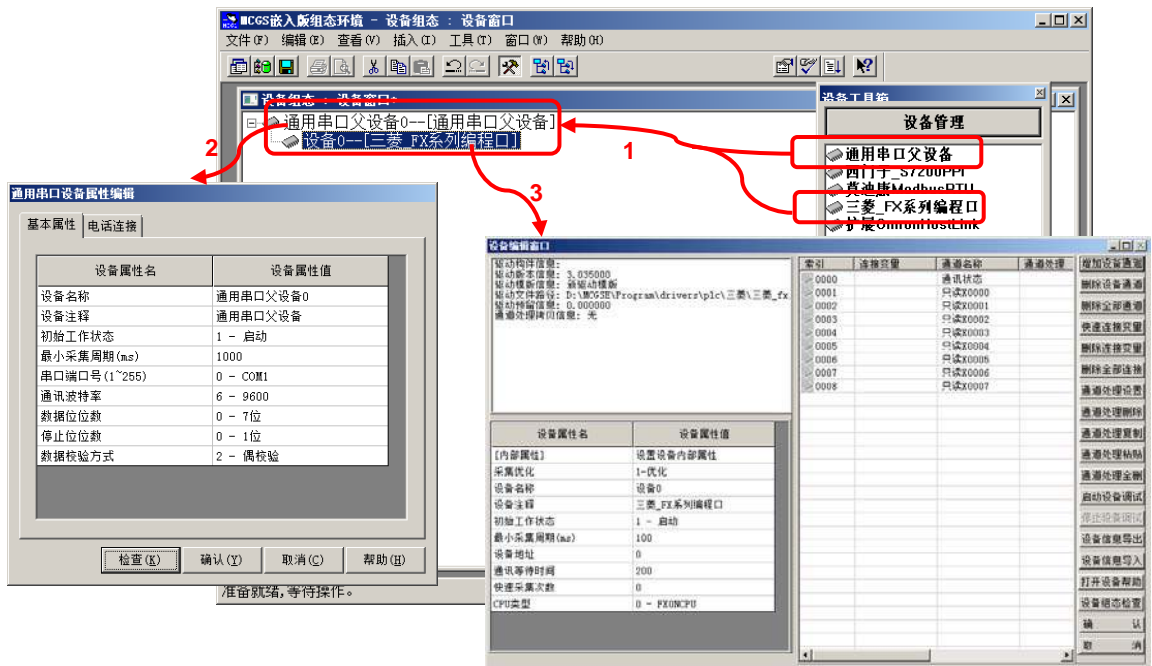

图 3.2.3
■ MCGS软件中把设备分成两个层次：父设备和子设备。父设备与硬件接口相对应。子设备放在父设备下，用于与该父设备对应的接口所连接的设备进行通讯。在设备组态画面双击父设备或子设备可以设置通讯参数。如图3.2.3所示。
■ 子设备的设备编辑窗口分为三个区域：驱动信息区、设备属性区和通道连接区。驱动信息区里显示的是该设备驱动版本、路径等信息。设备属性区可设置采集周期、设备地址、通讯等待时间等通讯参数。通道连接区用于构建下位机寄存器与MCGS软件变量之间的映射。如图3.2.3所示。